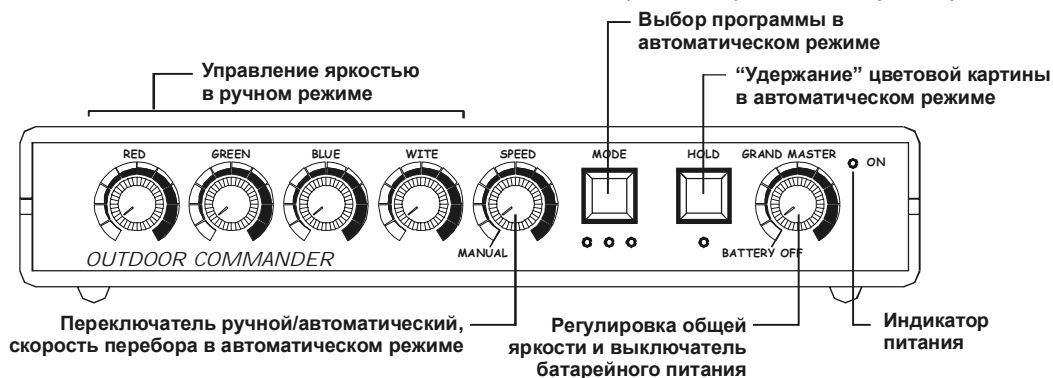

Рис.1
Основные элементы пульта указаны на Рис.1 и Рис.2. Внутри расположены схема управления, передающий блок, антенна, отсек для элементов питания (3 шт. AA), сетевой предохранитель.
1. Поверните переключатель батарейного питания (Рис. 1) против часовой стрелки до упора, можно до щелчка в положение "Battery OFF" (Батарея выключена), установив, тем самым, нулевую яркость всех светильников.
Для выбора этого режима поверните ручку "MANUAL / SPEED" (Рис. 1) против часовой стрелки до щелчка. В этом режиме яркость каждого канала всех светильников одновременно устанавливается вручную при помощи соответствующих ручек (Рис. 1).
Для выбора этого режима поверните ручку "MANUAL / SPEED" (Рис. 1) по часовой стрелке. В этом режиме световые картины будут меняться автоматически. Скорость смены картин зависит от угла поворота ручки "MANUAL / SPEED". Для выбора программы перебора цветов нажимайте кнопку "MODE" (Рис. 1). Выбор программы будет подтверждён соответствующим светодиодом.
Если в процессе автоматического перебора цветов вам потребуется "заморозить" какую-нибудь цветовую картину, нажмите кнопку "HOLD" (Рис. 1). Для продолжения работы нажмите "HOLD" вторично.